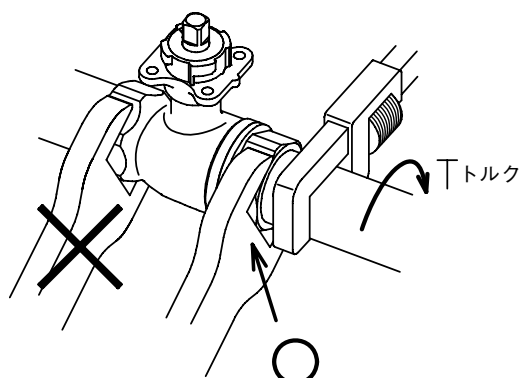

図7 配管への取付
- (4) 配管取付時には、配管をねじ込む側のバルブをスパナなどでつかみ、配管をねじ込んでください(図7参照)。